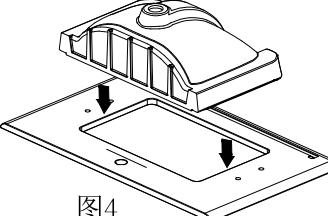

图4
②如图4，将洗脸盆倒扣在台面上。（注意：洗脸盆后沿不应超出限位线，且洗脸盆边缘与台面孔四周距离均匀，否则边缘可能露出，或与水嘴及柜体干涉）